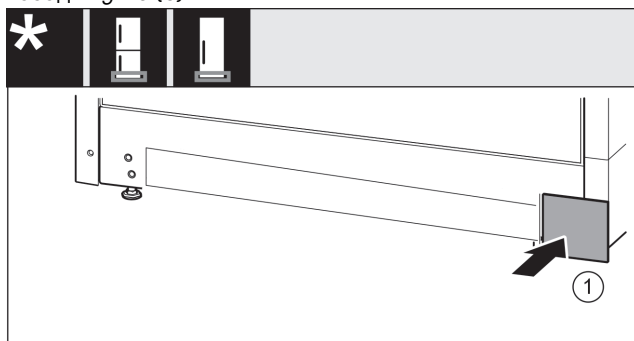

Fig. 14
- ▶ Поставете капака отново върху другата страна. Fig. 14 (1)